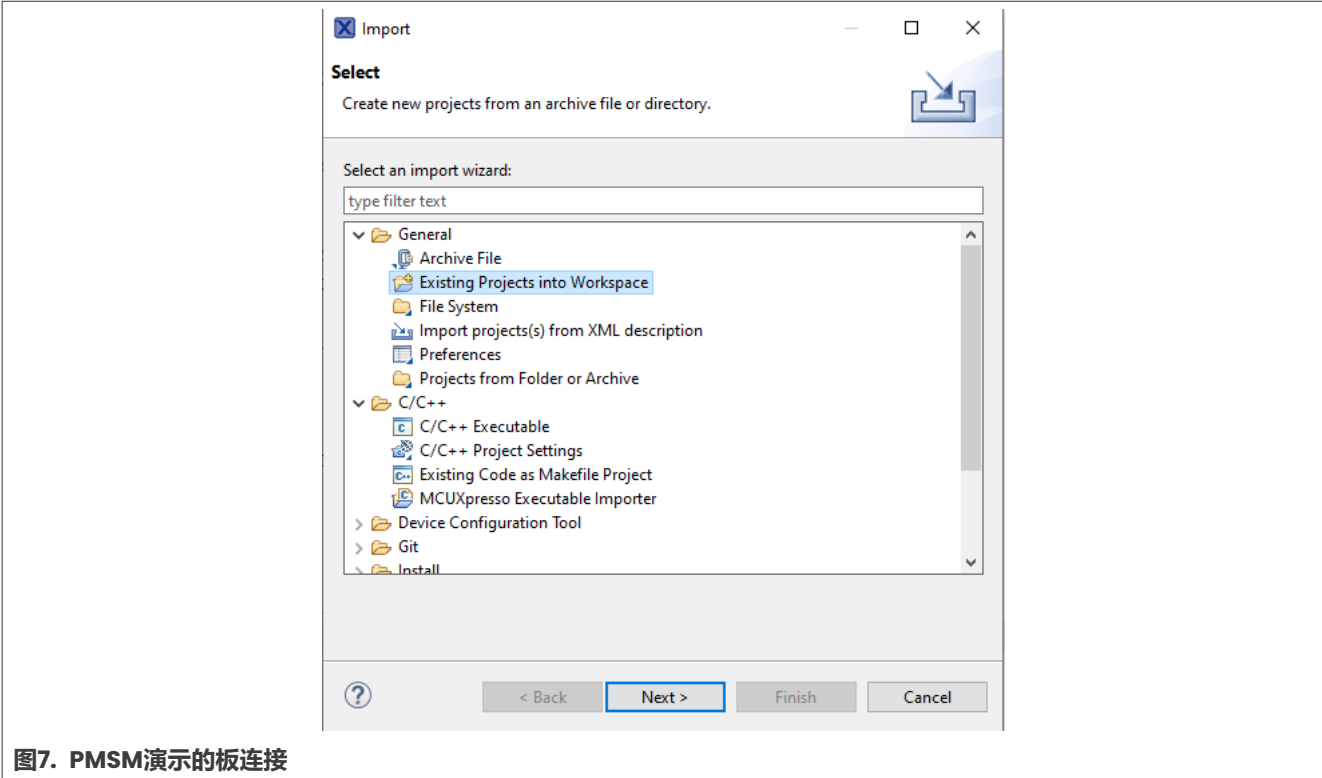

图7. PMSM演示的板连接
5. 选择**General > Existing Projects into Workspace**，如图7所示。